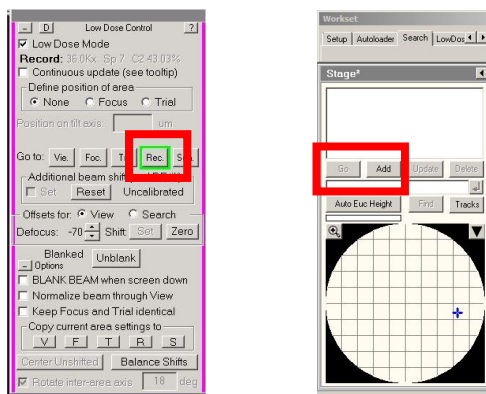

图 7
①先切换 Sea 模式下（点击 Sea）：移动操纵杆或用 Stage2（鼠标左键双击空白区域）来观察整个载网的情况，选取合适的 Squire 移至视野中心(screen 上的红色十字)，并在 Stage2 中 Add 相应的点记录其位置（可选择不同大小的 squire 以此来观察不同厚度冰中样品的状态）。换位置时也可直接选中所 Add 的位置，点击 go 即可使 stage 直接移到此点。见图 7